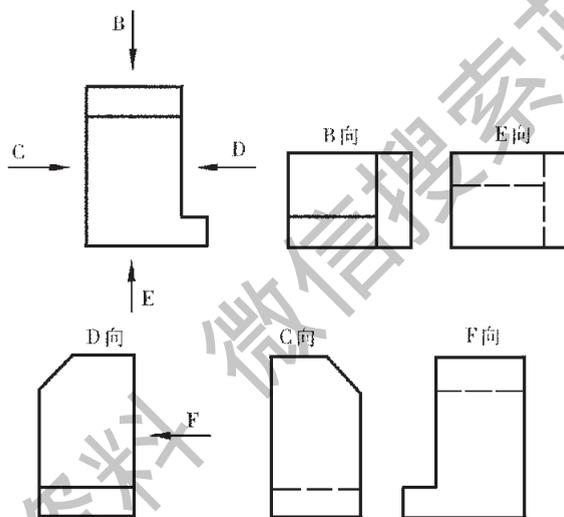

图 5
- a. 在视图(称为向视图)的上方标出“x向”(其中“x”为大写拉丁字母)，在相应的视图附近用箭头指明投影方向，并注上同样的字母，如图 5 所示。